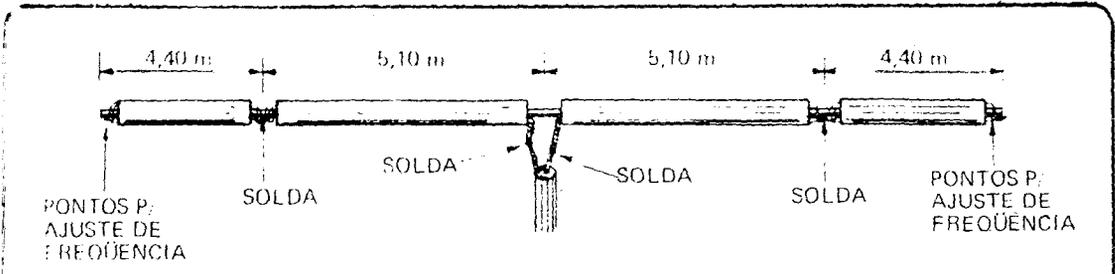
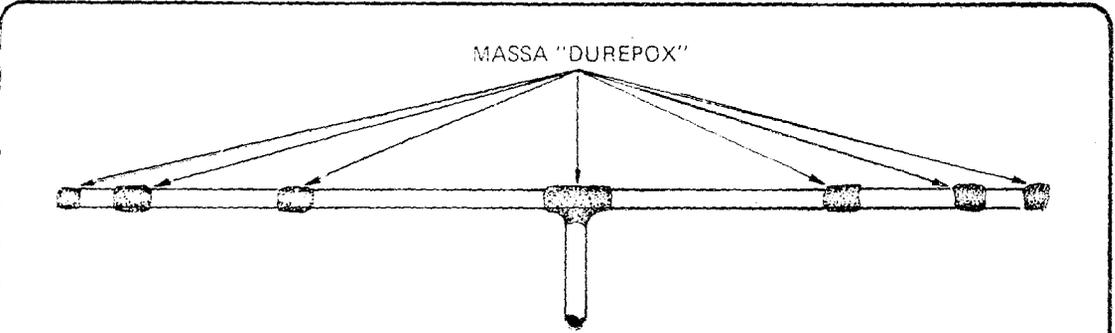

FIG. 3 — A linha de alimentação foi interligada no centro da antena e todas as emendas foram cobertas com fita isolante
FIG. 4 — Sobre as fitas isolantes foi colocada massa epóxica ("Durepox"), para evitar a entrada de umidade.
- Interliguei a linha de alimentação no centro da antena (Fig. 3) e isolei todas as emendas com fita isolante de autofusão, aplicando, em seguida, massa "Durepox" sobre as mesmas para evitar a penetração de umidade (Fig. 4), procurando dar no centro da antena a forma de um isolador central, que já iria facilita-
ena (Fig. 3).
estes foram construídos, isto é, cada pedaço de 25 cm foi preparado como um minibalun (Fig. 3). Com esse aumento, a antena invisível, instalada como V invertido, teve sua frequência de ressonância abaixada para 7.100 kHz. Vale a pena frisar que, em ambas as instalações, como dipolo
— Interliguei os "baluns" nas extremidades de antena e a linha de alimentação no seu centro — fig. 3 — isolei todas as emendas com fita isolante de autofusão, aplicando, em seguida, massa de "Durepox" sobre as mesmas para evitar a penetração de umidade — fig. 4 — procurando dar no centro a forma em "T" de um isolador central.